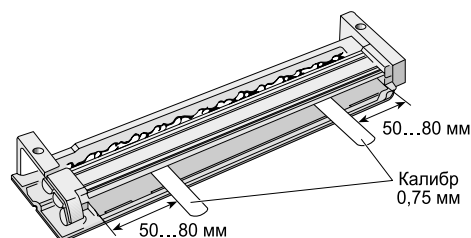

Рис. 7. Регулировка зазора барабана в блоке проявителя
- вставьте калибр толщиной 0,75 мм на расстоянии 50...80 мм от края магнитного ролика, (см. рис. 7);